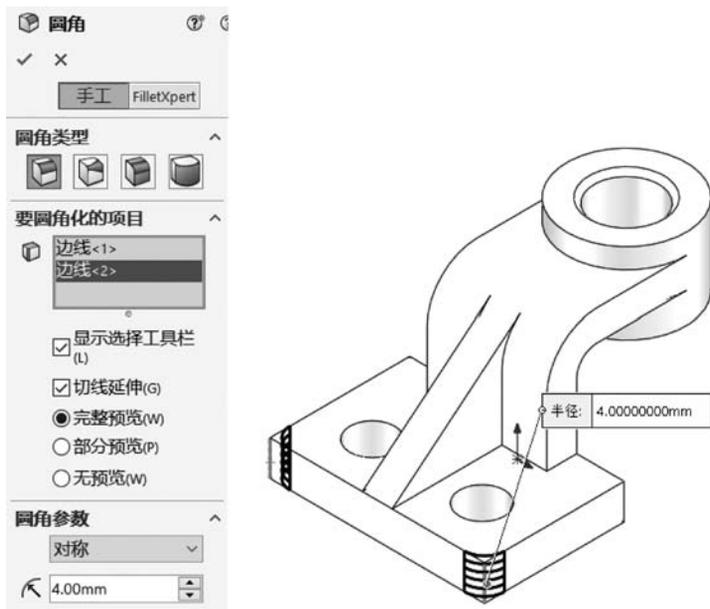

图 5-21 倒圆角
- ① 在【圆角类型】组，选中【恒定大小圆角】单选按钮 .
- ② 激活【边线、面、特征和环】列表，在图形区选择需倒圆角的边线。
- ③ 在【圆角参数】组的【半径】文本框输入 4.00mm，如图 5-21 所示，单击【确定】按钮 .